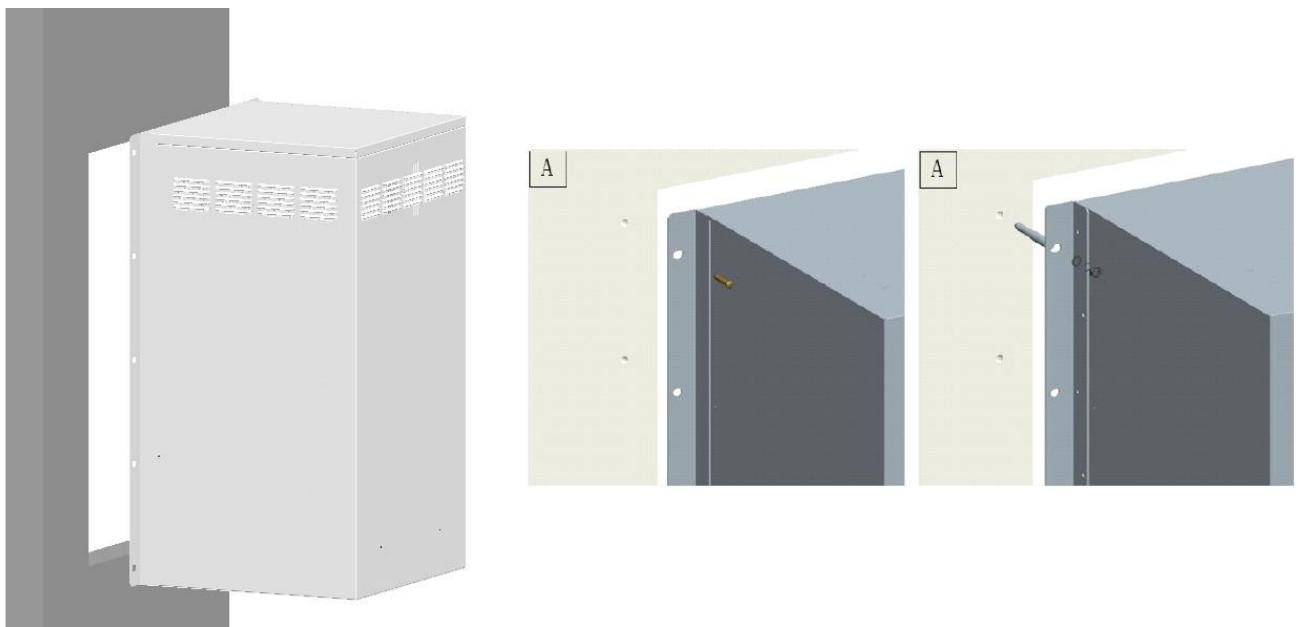

Рис. 3.3 Установка агрегата и воздухозаборного колпака
- Закрепить агрегаты в соответствии с иллюстрацией на рис. 3.3 и 3.4.